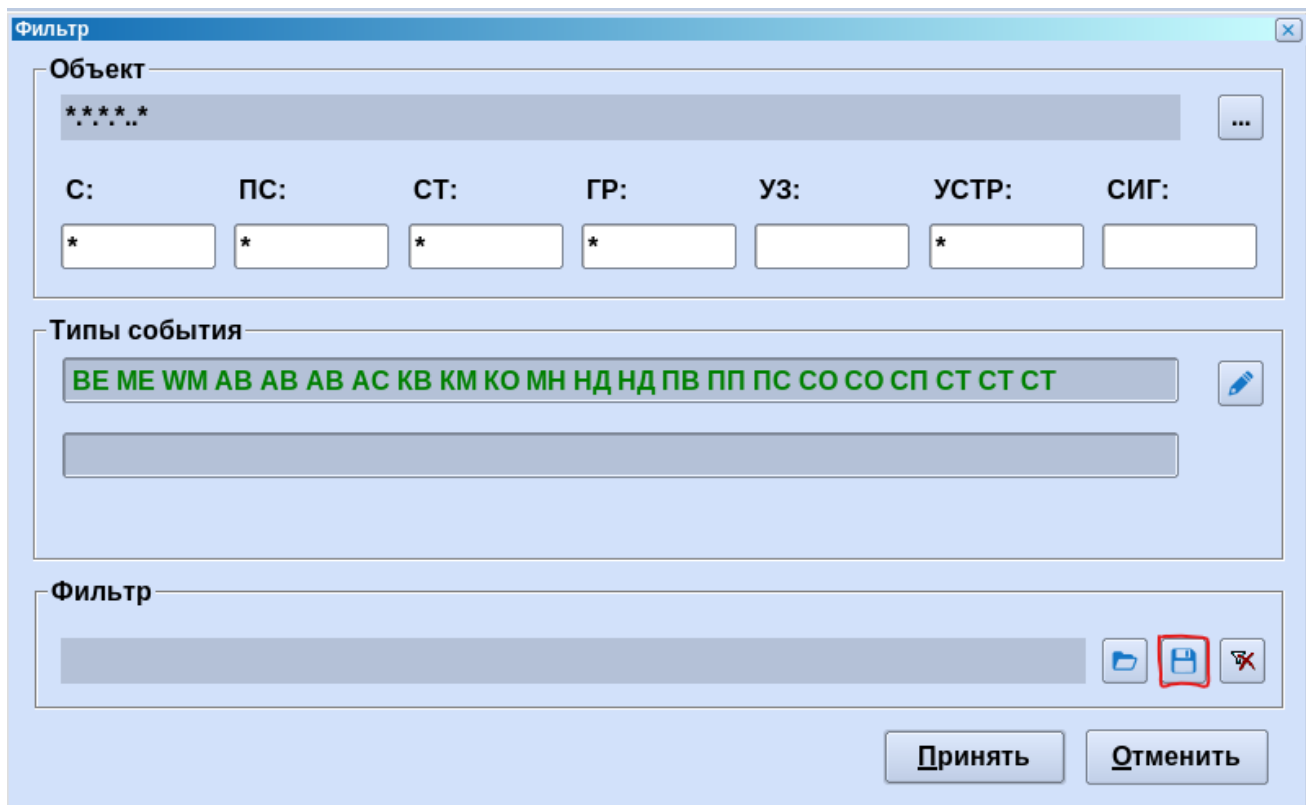

Рисунок 4.8 – Сохранение фильтра
- 1) Нажать кнопку  в окне настройки фильтра (Рисунок 4.8).